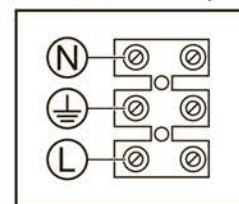

Рис. 1
- Подключите трехжильный кабель к клеммной колодке, в соответствии с указанной маркировкой клеммы L,  $\perp$ , N (Рис. 1).